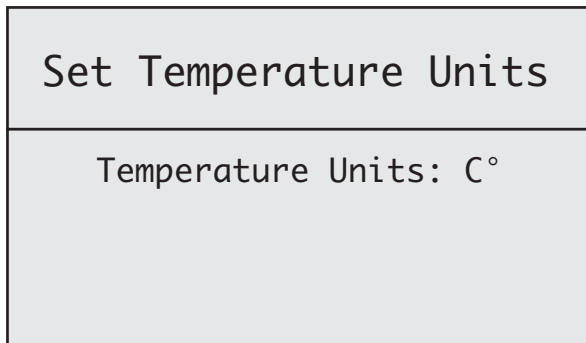

Figure 25
2. À l'aide de la touche de DÉFILEMENT BAS, descendre jusqu'à l'option 3 : « Set Temperature Units » (régler l'unité de température). Appuyer de nouveau sur ENTRÉE pour accéder au menu « Set Temperature Units ». **VOIR FIGURE 25.**